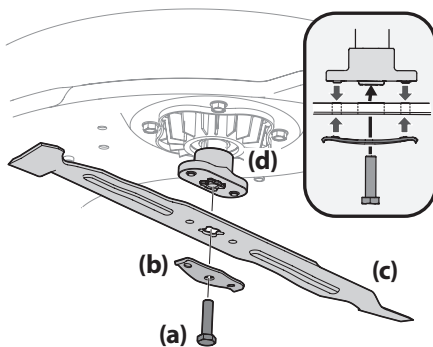

Figure 24
3. Retirez le boulon hexagonal (a) et le support de la lame (b) qui fixent la lame (c) et l'adaptateur (d) au moteur du plateau. Voir Figure 24.
4. Retirez la lame (c) et l'adaptateur (d) de la fusée du moteur du plateau de coupe. Voir Figure 24.